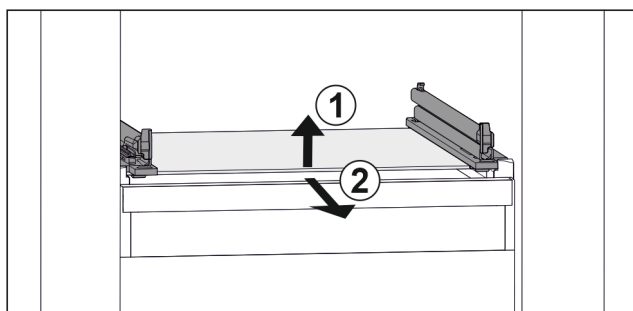

Fig. 114 Примерно изображение на стъклената плоча
- Повдигнете стъклената плоча отпред Fig. 114 (1)
- Извадете стъклената плоча напред Fig. 114 (2)